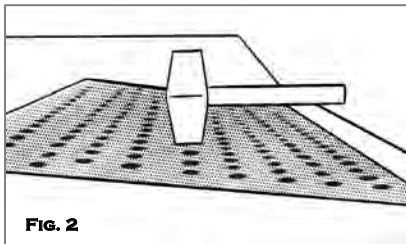

FIG. 2
3. Using a rubber mallet, tap the entire surface of the tile to ensure consolidation around the anchors. (Fig. 2)
3. Usando un mazo de goma, pulse toda la superficie de la baldosa, asegurando la consolidación alrededor de los anclajes. (Fig. 2)